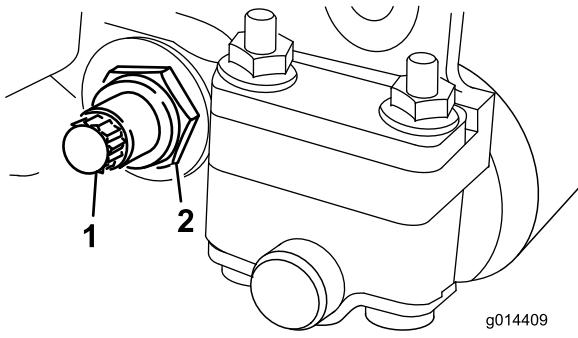

Figura 19
3. Su ciascun lato della macchina, allentate il dado di bloccaggio che fissa il bullone della barra di appoggio (Figura 19).
| 4. Togliete i bulloni della barra di appoggio perché quest'ultima possa essere tirata in giù e tolta dalla macchina (Figura 19). | |